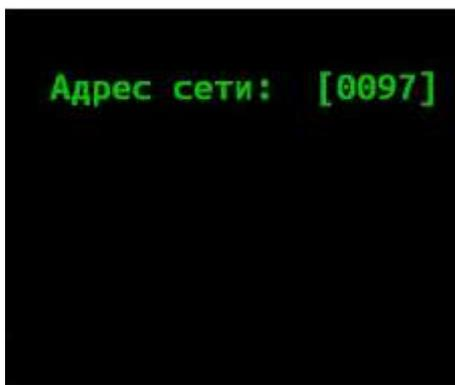

Рисунок 6 - Ввод сетевого адреса
2.5.5 Установить Проверочный сетевой адрес. Например, «0097» (рисунок 6) и нажать клавишу «M».